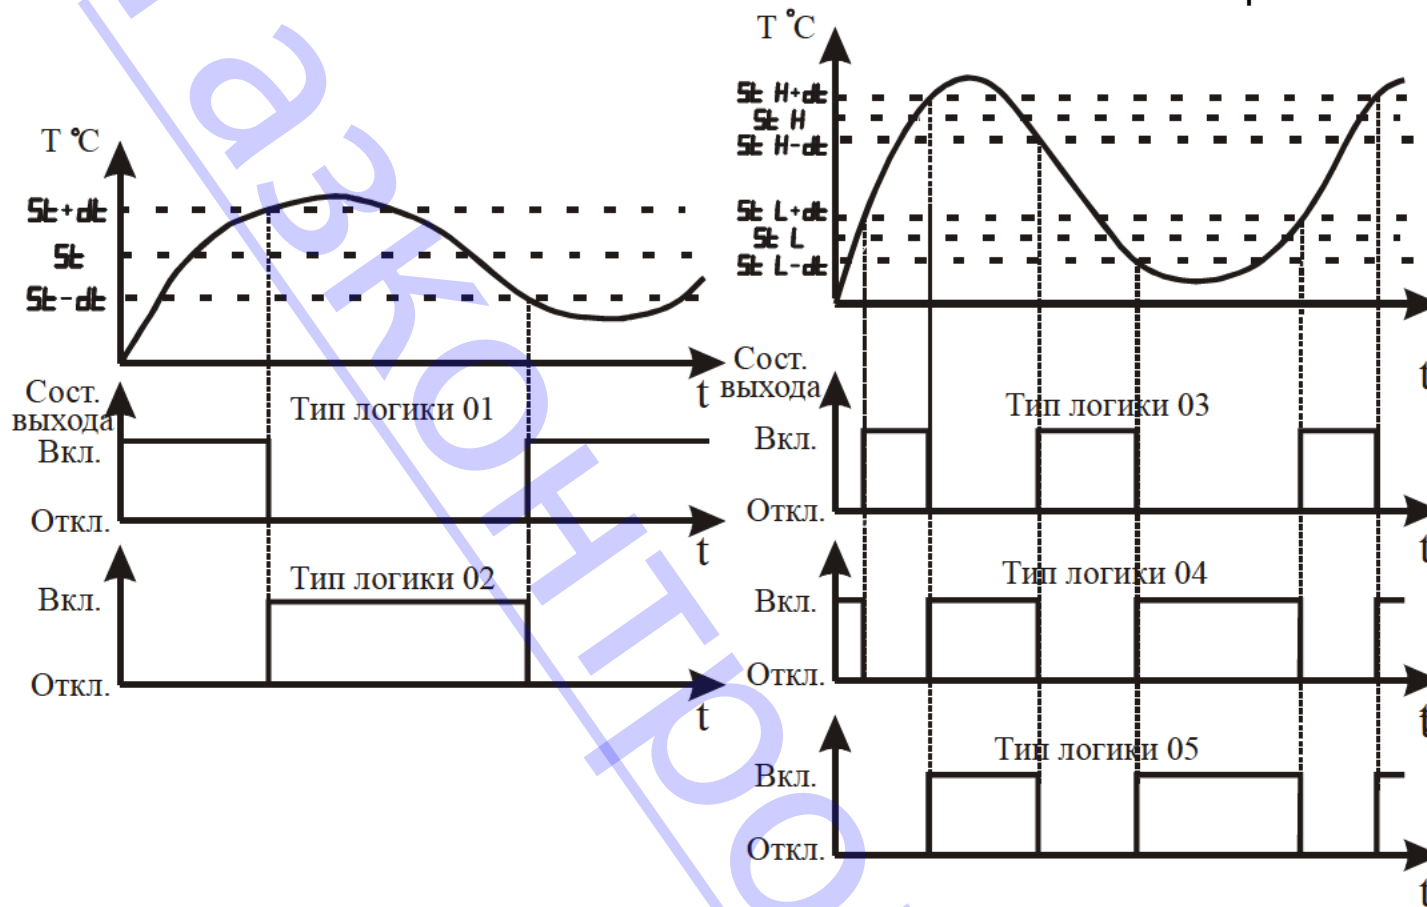

Рисунок 3.15 – Графическое представление типов логики работы выхода
3.3.3.9 Параметр “Тип логики работы прибора” определяет алгоритм управления исполнительным устройством (см. рисунок 3.15).
Тип логики “05” (модернизированная “U”-образная), в основном, аналогичен типу логики 04. Отличие состоит в том, что работа выходного устройства разрешается только после первого превышения регулируемой температурой значения $St H + dt$ (см. рисунок 3.15).